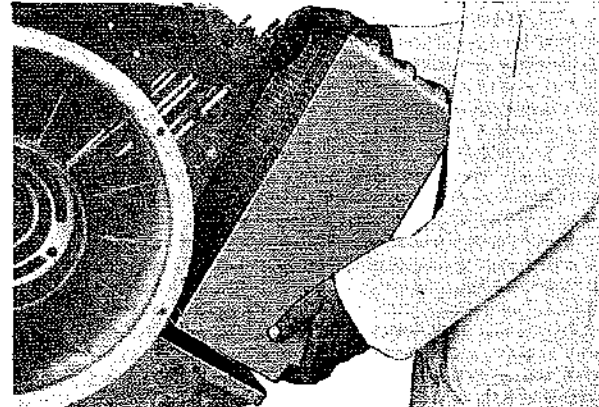

Fig. 73
- Scambiatore olio interponendo guarnizione ed anelli di tenuta sui condotti (Fig. 73). Serrare i dadi a 4 kgm.